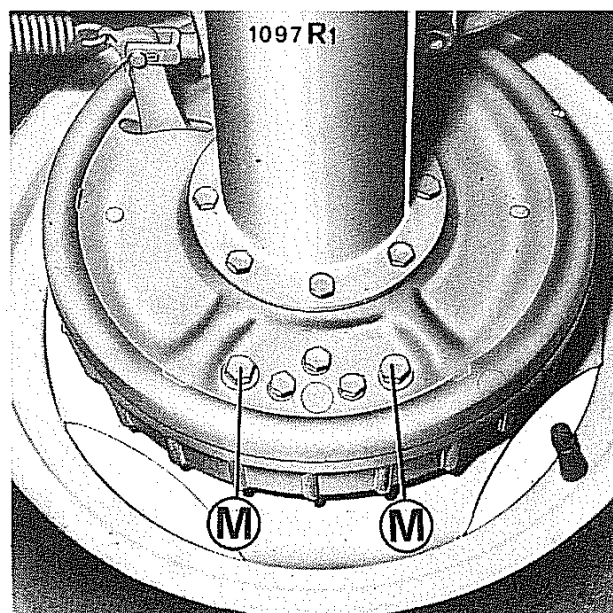

Fig. 22 - Registrazione frenatura di servizio
- Ruotare in senso orario le viti **M** (fig. 22), fino a portare i ceppi contro il tamburo; ruotare quindi sensibilmente i dadi in senso inverso.